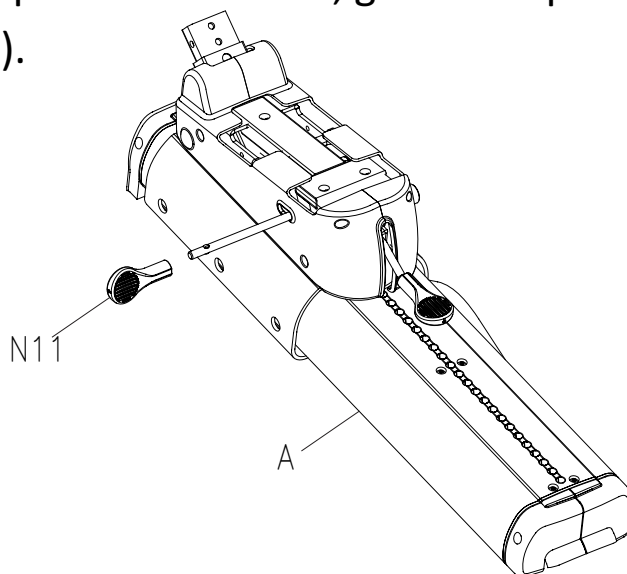

FIGURA 1
****** Se após o término da montagem da FIGURA 1 o aparelho não estiver estável, pode-se utilizar o estabilizador ajustado (C1) para ajustar o aparelho.